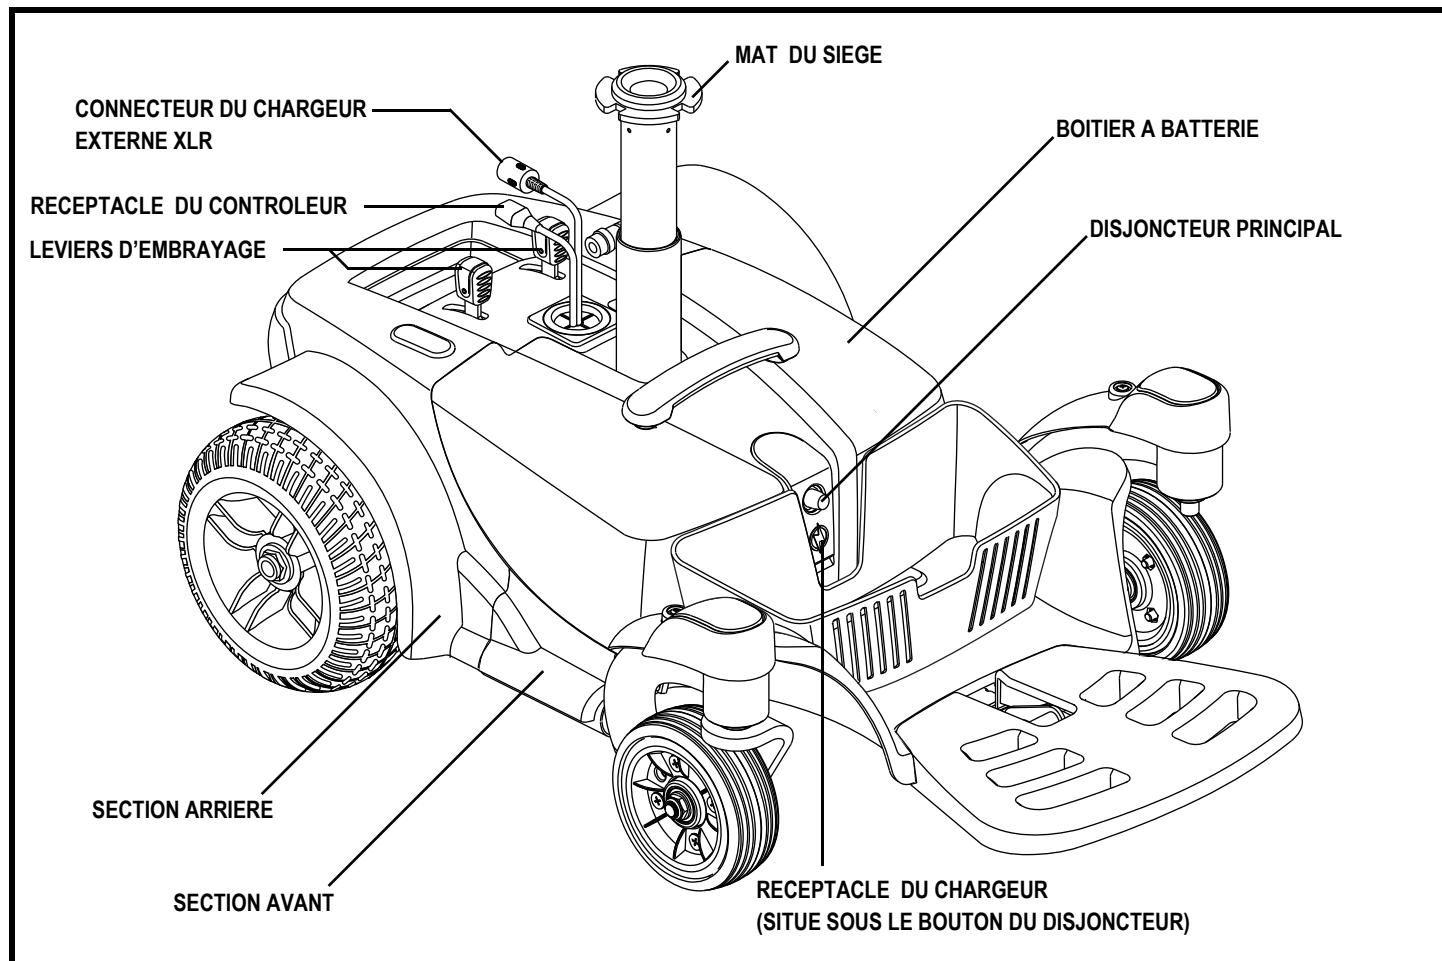

Figure 6. Base motorisée du Go-Chair
Les composantes électriques sont situées dans la base motorisée. Le disjoncteur principal est situé sur le devant du boîtier à batteries. Le connecteur du contrôleur est situé sur le derrière de la base motorisée. Voir la figure 6.
7. Installez le siège et branchez les connecteurs du contrôleur et du XLR dans la base motorisée. Voir la figure 6.